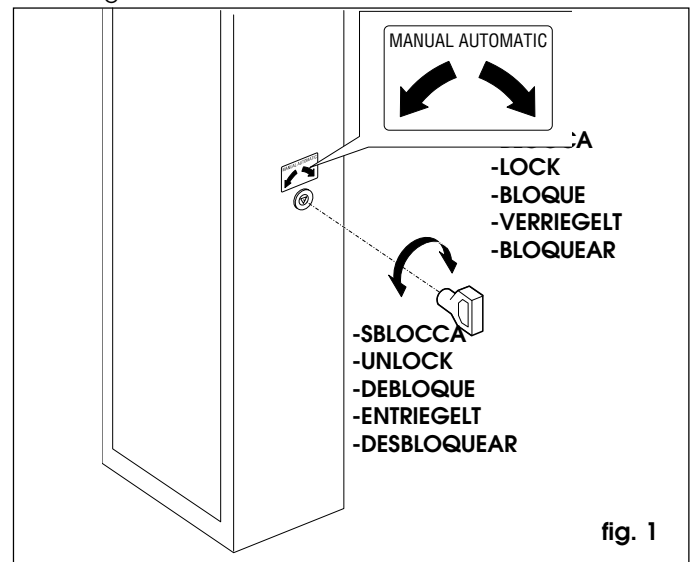

fig. 1
- Den Dreikant-Standardschlüssel (Abb.1) ins Schloss einführen und 1 Umdrehung **entgegen dem Uhrzeigersinn** machen.